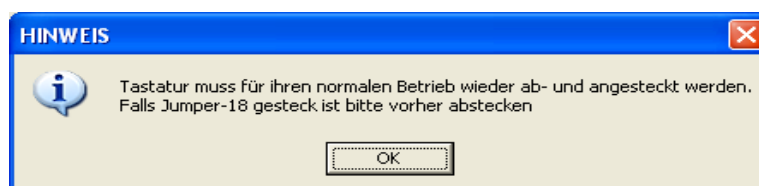

Abb.19
- Zur Wiederherstellung der Tastaturfunktion muss der Controller vom System abgesteckt, der Jumper J18 gezogen und danach wieder angesteckt werden. (vgl. Abb. 19)